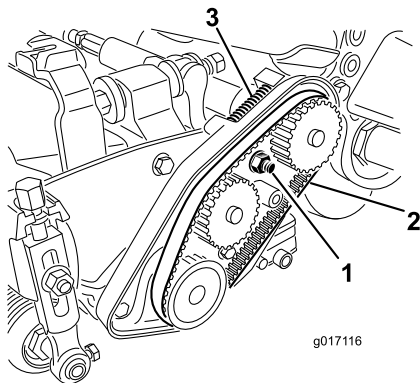

**Figura 41**
1. Solte o parafuso flangeado que fixa a cobertura da correia e retire a cobertura da correia para expor a correia (Figura 41).